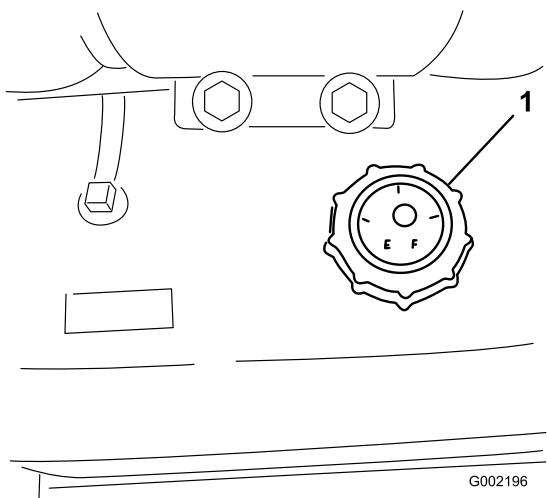

Figura 18
- Limpie la zona alrededor del tapón del depósito de combustible (Figura 18).